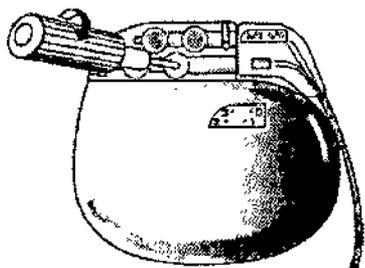

Figura 9. Apriete los tornillos de fijación en el botón de silicona, girándolos hacia la derecha hasta que la llave dinamométrica haga clic.
5. Introduzca completamente la llave dinamométrica en el botón de silicona del bloque de conexión y apriete cada tornillo de fijación girándolo hacia la derecha hasta que la llave dinamométrica haga clic (Figura 9).
Nota: La llave dinamométrica debe estar orientada en el mismo ángulo que el tornillo de fijación (Figura 9).